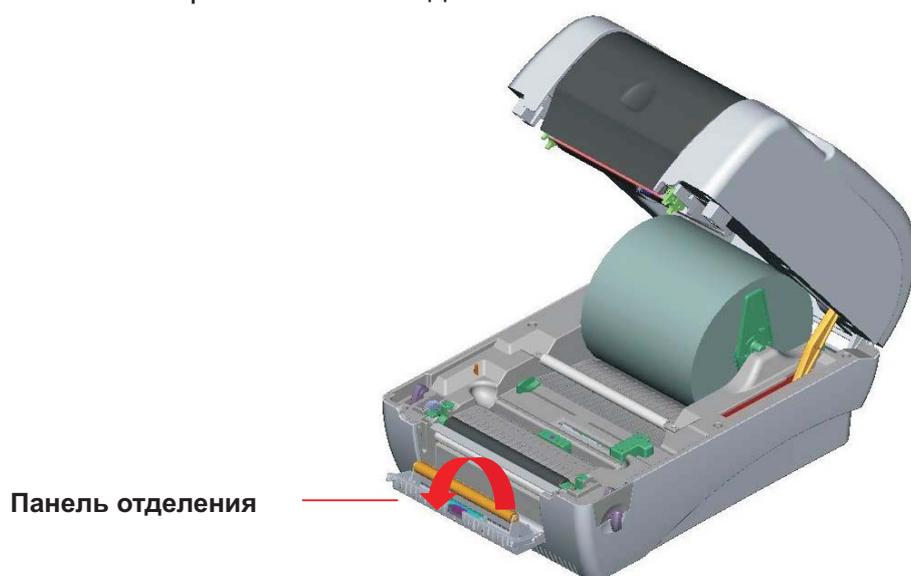

Рис. 19. Откройте панель отделения
2. Откройте верхнюю крышку принтера, нажав рычаги открытия верхней крышки. Верхняя крышка будет удерживаться в открытом положении опорой, расположенной в верхней части принтера (см. рис. 19).